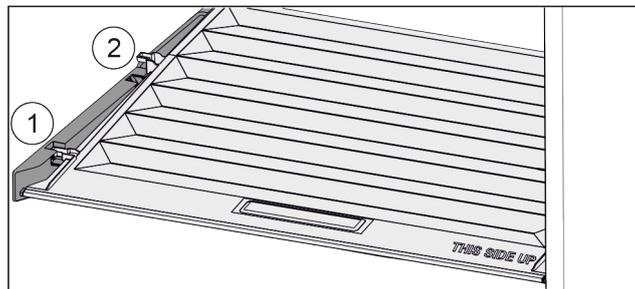

Fig. 36
- ▶ Tirer le couvercle vers l'avant jusque dans l'orifice des pièces de retenue *Fig. 36 (1).*
- ▶ Le soulever par le bas à l'arrière et le sortir par le haut *Fig. 36 (2).*